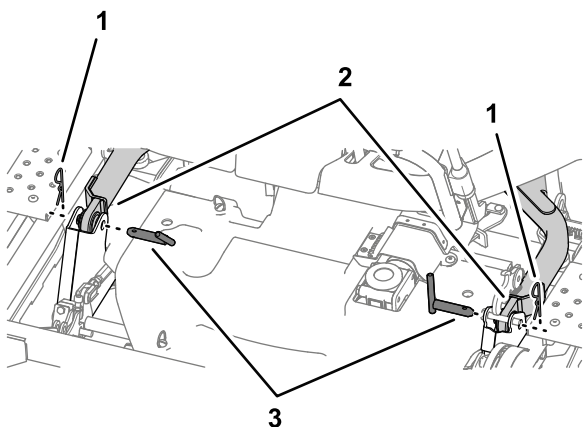

Figure 115
10. Retirez les 2 goupilles et les 2 axes de chape qui fixent les bras de levage de chaque côté du plateau de coupe (Figure 115).
6. Mettez en place la goupille et l'axe de chape pour fixer les bras levage de chaque côté ; voir Figure 115 sous Dépose du plateau de coupe \(page 82\).